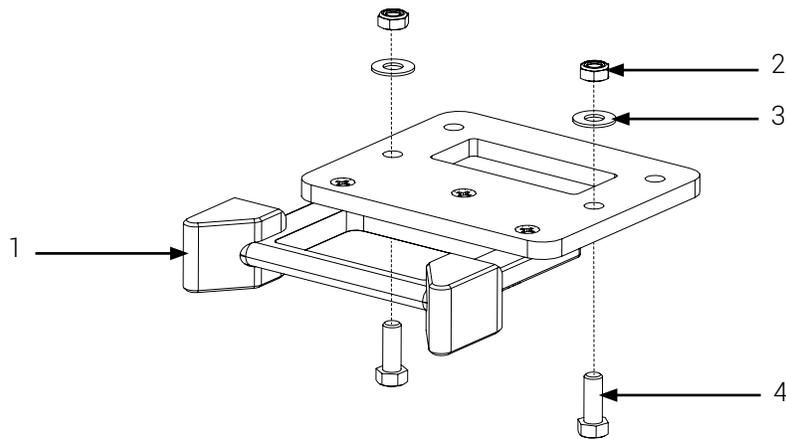

**Figure 8 :** Installation des tiges à soluté
1. S'assurer d'avoir activé les quatre (4) freins du chariot de transport.
2. Insérer une tige à soluté dans chaque support, puis tourner le collet dans le sens horaire pour les serrer (Figure 8).